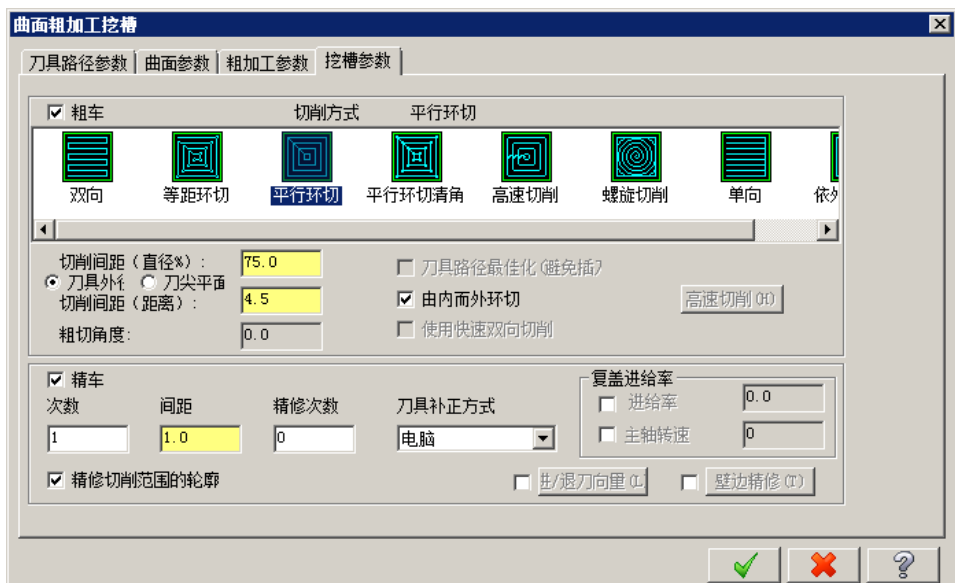

图 4.12 “挖槽参数”选项卡
(1) 完成上步操作后，在“曲面粗加工挖槽”对话框的**刀具路径参数**选项卡的列表框中显示出 Step4 所选择的刀具，双击该刀具，系统弹出“定义刀具-机床群组-1”对话框。
(2) 设置刀具号码。在“定义刀具-机床群组-1”对话框的**刀具号码**文本框中，将原有的数值改为 2。
(3) 设置刀具的加工参数。单击“定义刀具-机床群组-1”对话框中的**参数**选项卡，在**进给率**文本框中输入值 300.0，在**下刀速率**文本框中输入值 200.0，在**提刀速率**文本框中输入值 500.0，在**主轴转速**文本框中输入值 1200.0。
(4) 设置冷却方式。在**参数**选项卡中单击**Coolant...**按钮，系统弹出“Coolant...”对话框，在**Flood**（切削液）下拉列表中选择**On**选项。单击该对话框中的**✓**按钮，关闭“Coolant...”对话框。
Step9. 设置挖槽参数。在“曲面粗加工挖槽”对话框中单击**挖槽参数**选项卡，设置参数如图 4.12 所示。